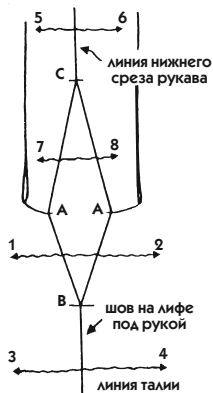
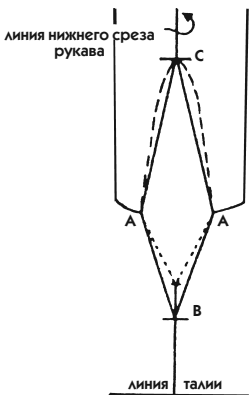

Рис. 692
Рис. 697
5. Рассмотрите законченную работу и при необходимости переделайте ее, если обнаружите неточности. Положите лиф на стол так, как показано на рис. 692. Рукав приподнят, чтобы была видна ластовица.
Если лекало и модель на ткани выполнены правильно, вы сможете разложить изделие плоско, без морщин и заломов: часть лифа между засечками 1, 2, 3, 4 и часть рукава между засечками 5, 6, 7, 8 (см. рис. 692).
1. Прежде всего разложите лиф кимоно тем способом, какой дан в пояснении к рис. 692 и повторен в рис. 697 (сплошные линии).
2. С помощью мелка поставьте новую точку В несколько выше, чем первая, затем соедините наклонными линиями точки А (см. мелкий пунктир на рис. 697). Ниже мы увидим, почему это изменение повлечет изменение угла у точки С (см. крупный пунктир на рис. 697).
8. Раздвигая точки А измените угол точки В по мерке АВ нового надреза (воспользуйтесь рис. 697).